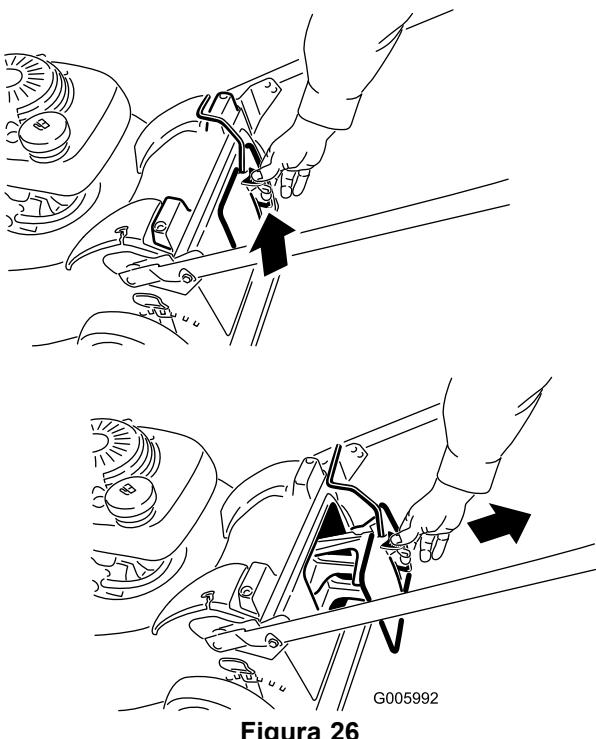

Figura 26
1. Retire el tapón de reciclado (Figura 26).